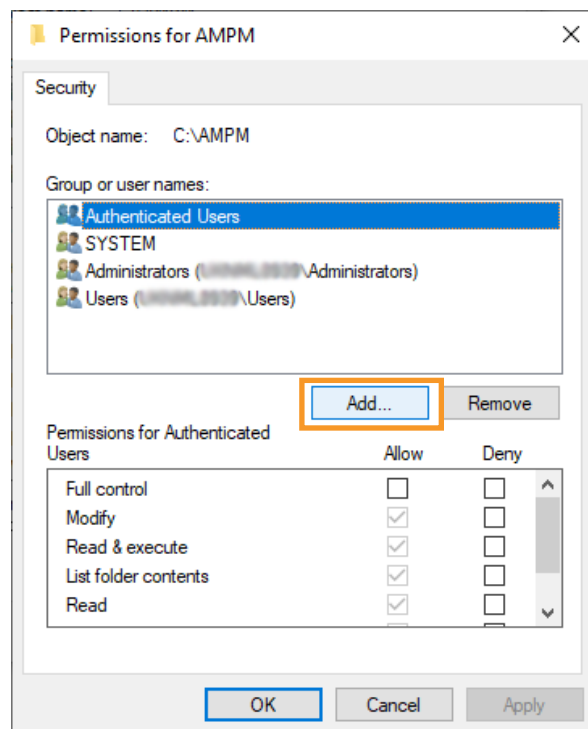

Figura 41 Selezionare "Aggiungi"
2. Selezionare "Aggiungi" (vedere Figura 41).